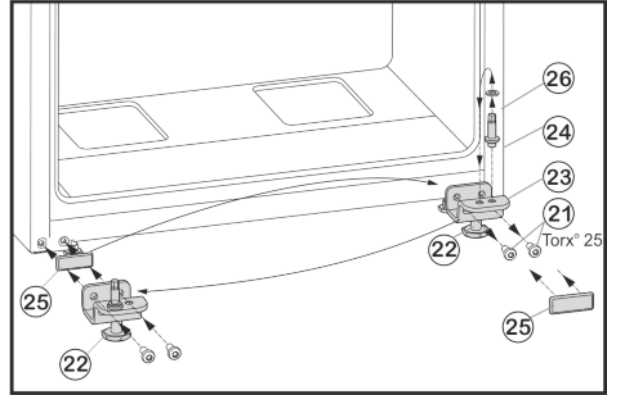

Fig. 6
- Sabitleme vidalarını Fig. 6 (21) sökün.
- Alt yatak mesnedini Fig. 6 (23) komple yatak somunu Fig. 6 (24), cam Fig. 6 (26) ve ayarlama ayağı ile birlikte Fig. 6 (22), çıkarın.
- Yatak somununu Fig. 6 (24) komple, camı ile birlikte Fig. 6 (26) sökün, karşısındaki yatak mesnedinin giriş deliğine göre ayarlayın ve tekrar sıkıca vidalayın.
- Kapak plakasını Fig. 6 (25) dikkatli bir şekilde çıkarın ve karşı tarafa ayarlayın.
- Alt yatak mesnedini Fig. 6 (23) komple yatak somunu Fig. 6 (24), cam Fig. 6 (26) ve ayarlama ayağı ile birlikte Fig. 6 (22) gerekirse akülü tornavida kullanarak yeni menteşe tarafına **sıkıca (4 Nm ile)** tekrar vidalayın.
- Alt kapıyı yukarıdan yatak somununa Fig. 6 (24) yerleştirin.
- ▶ Alt yatak mesnedinde Fig. 6 (22) bulunan Ayarlama ayağını Fig. 6 (23) yerde durana kadar sökün.